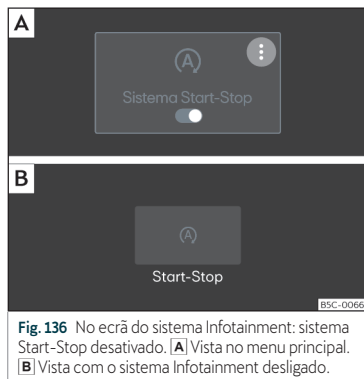

Fig. 136 No ecrã do sistema Infotainment: sistema Start-Stop desativado. [A] Vista no menu principal. [B] Vista com o sistema Infotainment desligado.
Quando o símbolo (A) aparecer em cor de laranja»» **Fig. 136** o sistema está ativado e fará a paragem e o arranque. Quando o símbolo (A) aparecer em branco o sistema está desligado.